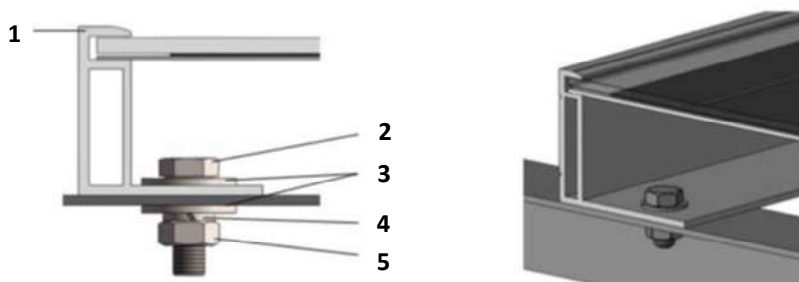

図 1. ボルト締め方式で固定した太陽電池モジュール
- 図 1 に示す通り M8 ボルト、ワッシャー、スプリングワッシャー及びナットを使用し、モジュールを確実に固定すること (M8 ボルトの推奨締め付トルク 16~20 N.m)